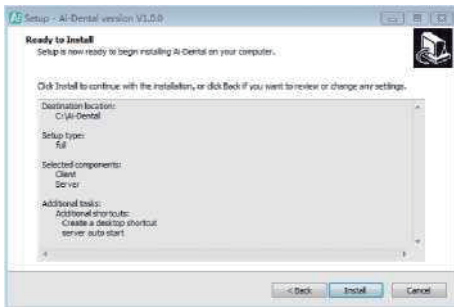

Figure 7
f) Cliquez sur le bouton «Installer» pour démarrer l'installation, comme illustré à la Figure 7: